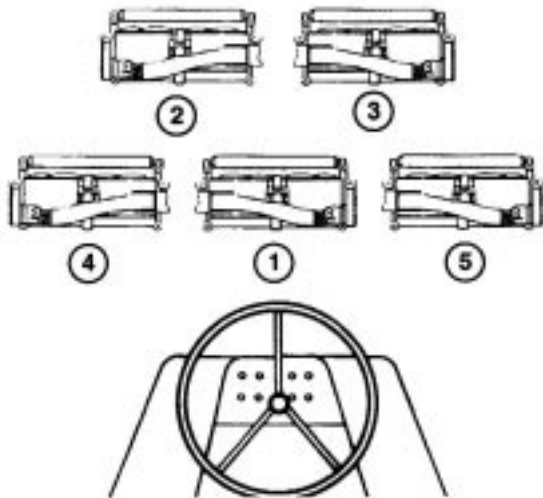

図 1
1. 図1を参照して、マシンへの搭載位置に合わせて全部のカッティングユニットを床に並べる：右カッティングユニット（すべて同じ製品）は No.1, No. 3, No. 5 ユニットとなる。左カッティングユニット（両方とも同じ製品）は No.2, No. 4 ユニットとなる。